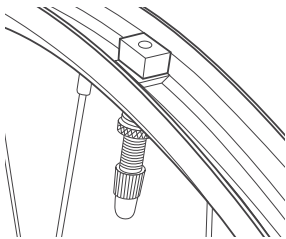

**Abb. 1. Die U-förmige Seite des Felgenbands muss zur Mitte der Felge zeigen.**
2. Richten Sie das Ventilloch des Felgenbands am Ventilloch der Felge aus. Die U-förmige Seite des Felgenbands muss zur Mitte der Felge zeigen und der Versatz des Felgenbands in den Ausbuchtungen der Felge liegen (Abb. 1).